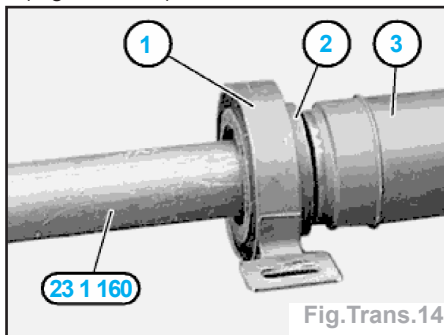

Fig. Trans. 14
- Glisser le nouveau palier central (1) sur l'arbre de transmission (3). L'épaulement (2) doit se trouver du côté de l'arbre (3) (Fig. Trans. 14).